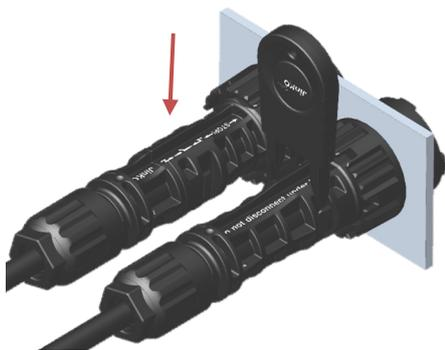

Figure 7
- ◇ 使用组装工具带有插销的一端插入连接器的卡扣位置（如图 7）。
Insert the forks into the buckle of the connector by the assembly tool (Fig. 7).